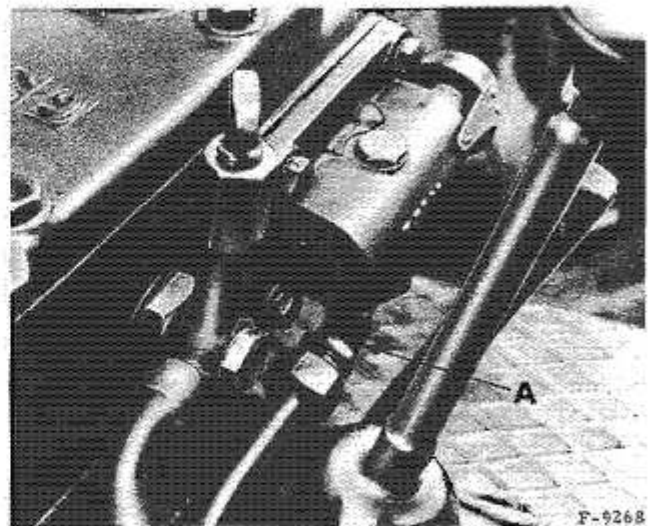

Fig. 45. - Assemblage tuyauterie - raccord coudé.
4. **IMPORTANT :** Avant de monter le distributeur 4 voies sur le carter de relevage, vissez le raccord coudé de connexion directe (A, fig. 45).
7. Montez la tuyauterie de connexion directe sur le raccord coudé en la faisant passer sous la tuyauterie d'aspiration et fixez-la à l'arrière du relevage avec la dernière vis de la semelle du carter hydraulique (fig. 45, 46, 47 et 48).